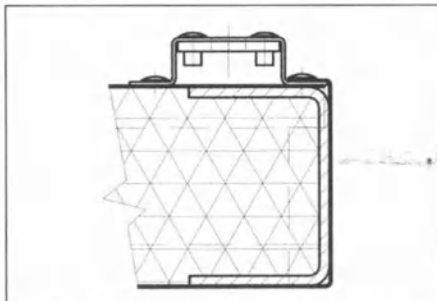

Рис.39 R - дверная концевая задняя правая
- R - дверная концевая задняя (рис. 39)